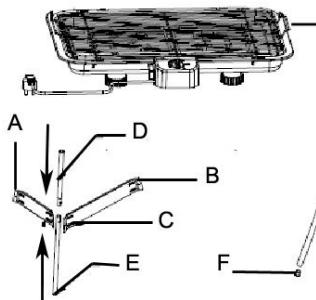

Fig.1
1. Infilare il tubo rigido piccolo (D) nel tubo rigido più lungo (E), facendo combaciare i fori presenti nei tubi, in modo da ottenere i 4 piedi di appoggio del piedistallo (Fig.1).
2. Collegare al piede una staffa lunga (B) ed un a corta (A), facendo combaciare i fori delle staffe con i fori del tubo, e bloccandole inserendo la vite in dotazione (Fig. 1). Stringere quindi la vite girando la farfalla di bloccaggio.